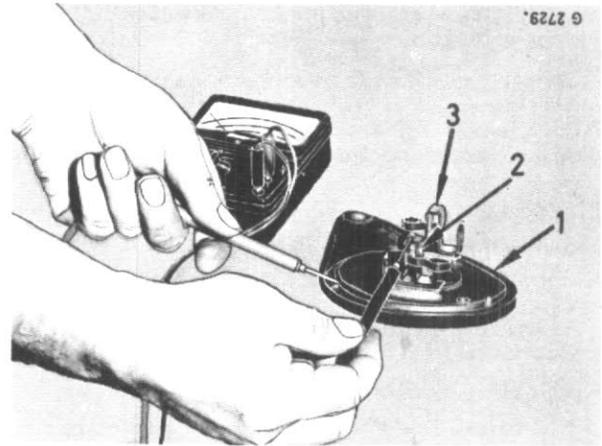

Figure 11
Vérifiez l'isolement du guide de balai (2) fig. 11 à l'aide d'un ohmmètre.